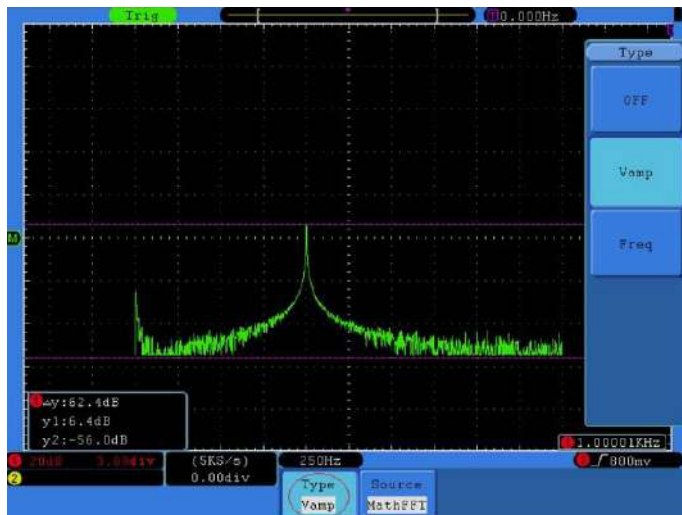

Рисунок 74 - Вид осциллограммы при курсорных измерениях амплитуд компонентов спектра сигнала в режиме FFT
3. В соответствии с особенностями измеряемой осциллограммы выберите положения курсора 1 и курсора 2 вращением регуляторов VERTICAL POSITION канала CH1 и канала CH2. В окне в левом нижнем углу окна отображения осциллограммы показываются разность потенциалов между курсорами и текущие значения положений обоих курсоров (см. рисунок 74).